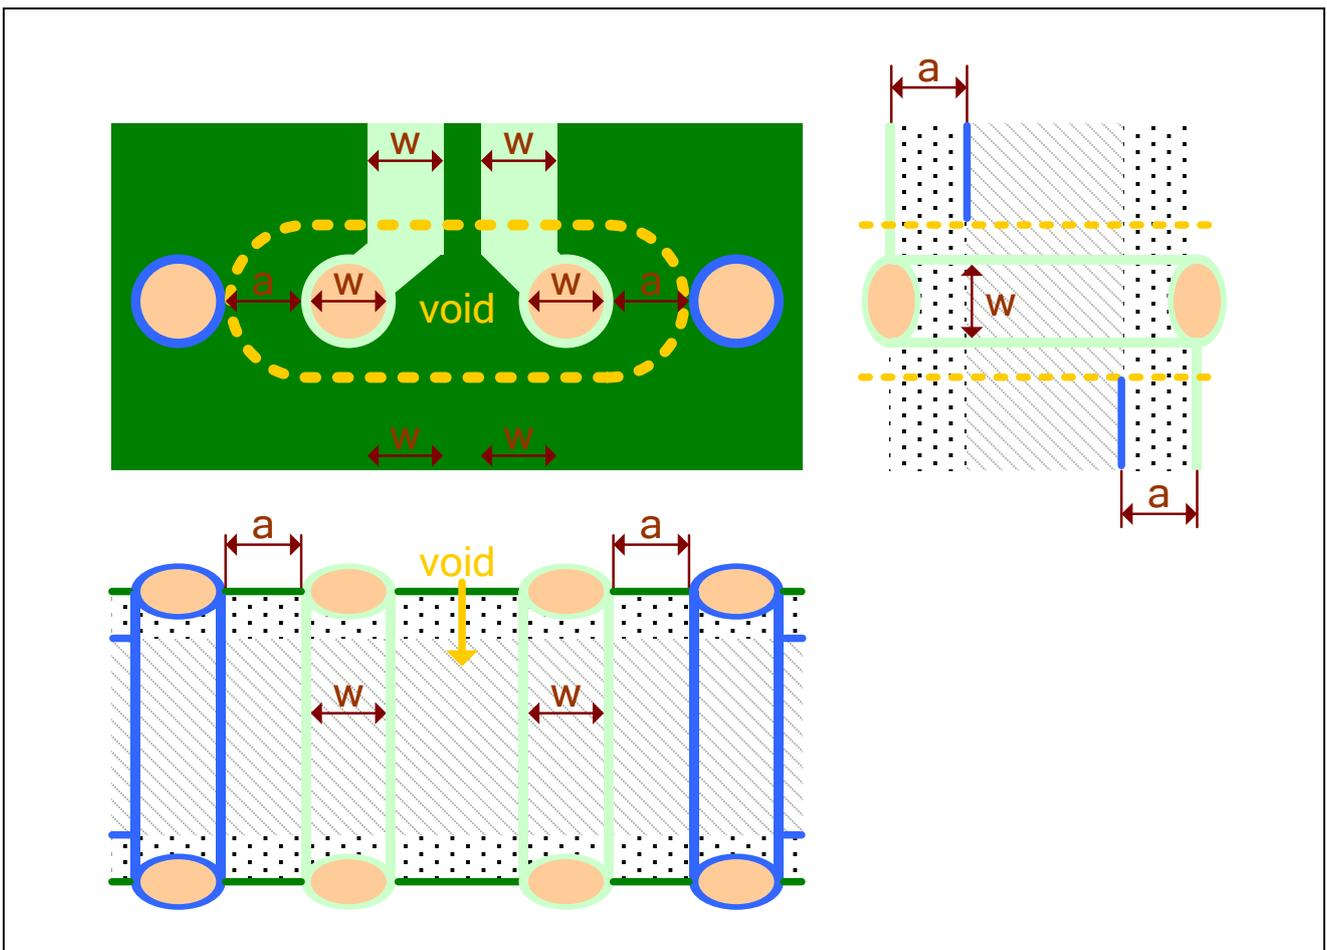

図7.6 差動信号伝送路の配線例 (3)
- (a) 関連する電源/GND プレーンのビア (例えば AGND) は、信号ビアの近くに配置することを推奨します。信号ビアと GND ビアの間隔は、インピーダンスを保持するために、層間の距離に等しくなるようにしてください。(図7.6)
- (c) ビアの直径は、配線幅とほぼ同等にすることを推奨します。(図7.6)